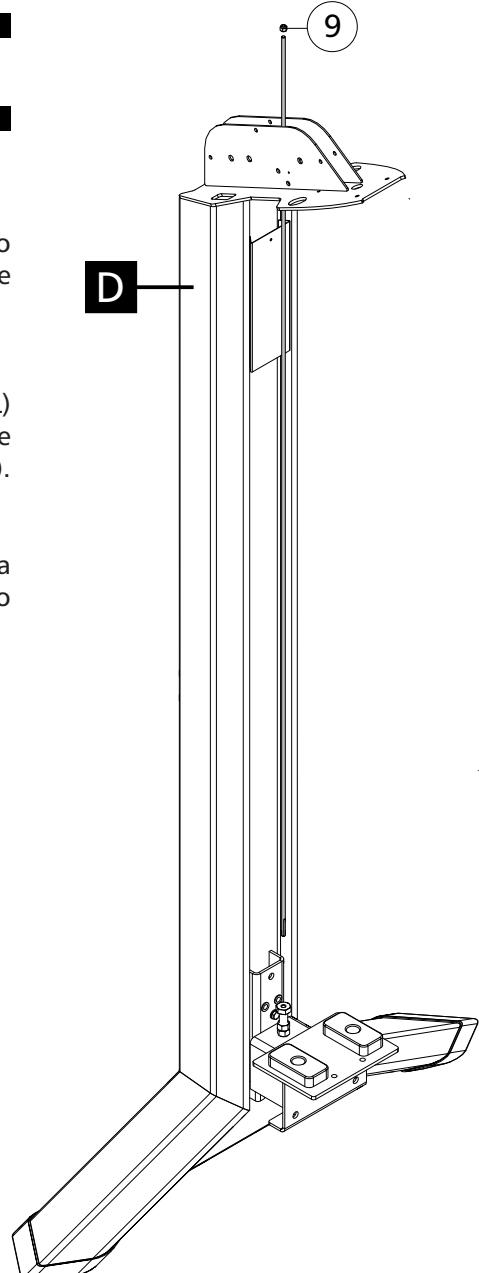

Figura 6-1
1 - Passe a haste guia (L) do peso fracionado pelo furo localizado na parte superior da torre (D), conforme detalhe mostrado na figura. (Figura 6-1).